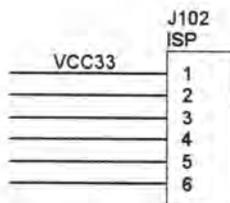

图 3-86 设置后的网络标签
- [5] 单击 **确认** 按钮，关闭该对话框，设置好的网络标签如图 3-86 所示。